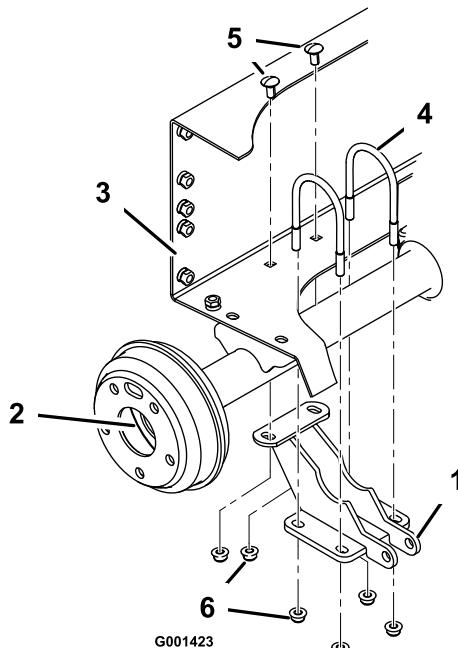

Figura 5
4. Montate, senza fissarlo troppo saldamente, il supporto del cilindro di sollevamento sull'estremità destra del ponte posteriore con 2 bulloni a U e 4 dadi flangiati (3/8 pollice) allineando contemporaneamente i fori di fissaggio con i fori nel vassoio della batteria (Figura 5).
5. Fissate il supporto del cilindro di sollevamento al telaio posteriore con 2 bulloni a testa tonda (3/8 x 3/4 pollici) e 2 dadi flangiati (3/8 pollici). Serrate uniformemente i 4 dadi flangiati sui bulloni a U di modo che la staffa sia allineata all'assale. Serrate i due dadi per fissare il retro della staffa al telaio posteriore (Figura 5).